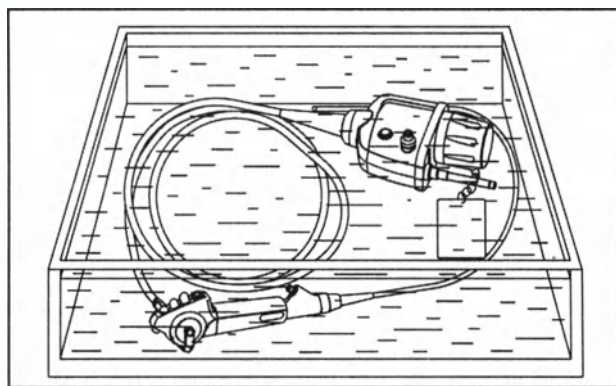

Рис. 4.15
- 2) Держите эндоскоп, колпачок для очистки (OF-B155) и резиновый клапан входного отверстия (OF-B190) с закрытым колпачком погруженными в раствор, соблюдая условия (температура, концентрация, продолжительность), указанные производителем моющего раствора (см. рисунок 4.15 на следующей странице).